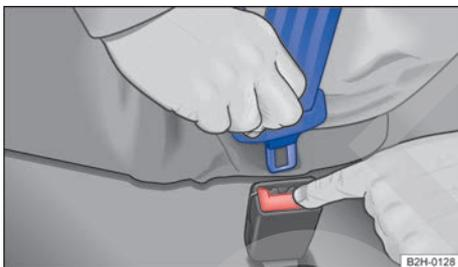

Fig. 58 Soltar la lengüeta del cinturón de seguridad de su cierre.
- Pulse la tecla roja del cierre del cinturón → fig. 58. La lengüeta del cinturón sale expulsada.